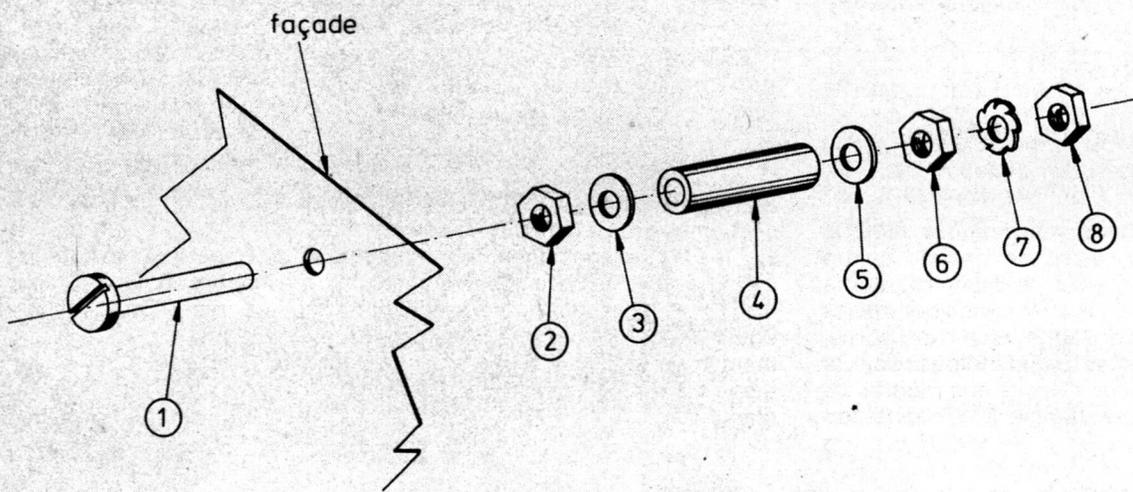

Figure 57
Les « poulies » secondaires, destinées simplement à déterminer la trajectoire du fil portant l'aiguille, sont très simplement réalisées à l'aide de vis de 3 mm sur lesquelles tournent follement des entretoises cylindriques (**figures 57 et 58**). Chaque « poulie » complète se compose donc de 8 pièces : 1 vis à tête plate de 3 mm de diamètre et 40 mm de longueur (1), 3 écrous de 3 mm (2), (6) et (8), 2 rondelles plates (3) et (5), une rondelle éventail (7) et une entretoise cylindrique de 15 mm de longueur (4). Après montage, l'entretoise doit tourner librement sur sa vis : il faut donc prévoir, entre les écrous (2) et (6), un jeu d'environ 0,5 mm.